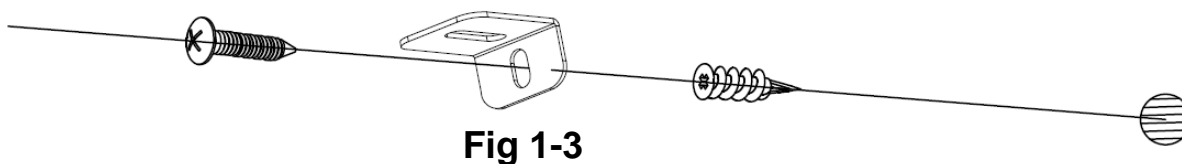

Fig 1-3
C. Zamontuj plastikową kotew (C) w suchej ścianie, następnie zamontuj dłuższą śrubę (B) (w zestawie) przez otwór we wsporniku w kształcie litery „L” w kotwi, aby przymocować palenisko do ściany. (Fig 1-3)